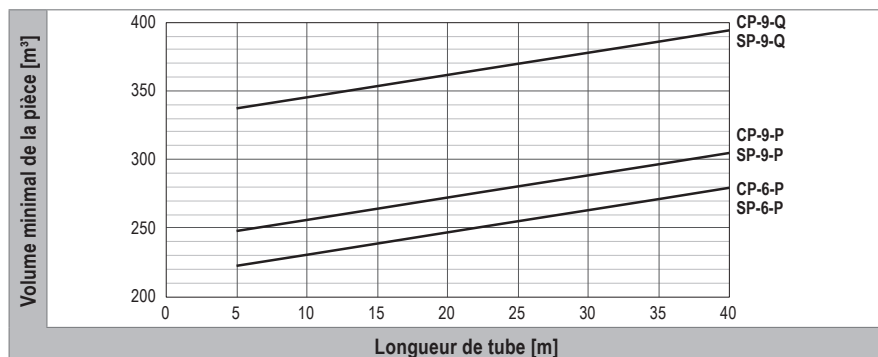

Fig. 9: Volume minimal de la pièce en fonction du volume de remplissage total de fluide frigorigène selon EN 378
- Le volume de la pièce correspond aux valeurs minimales représentées dans la Fig. 9 de sorte que la valeur QLMV admissible ne soit pas dépassée.